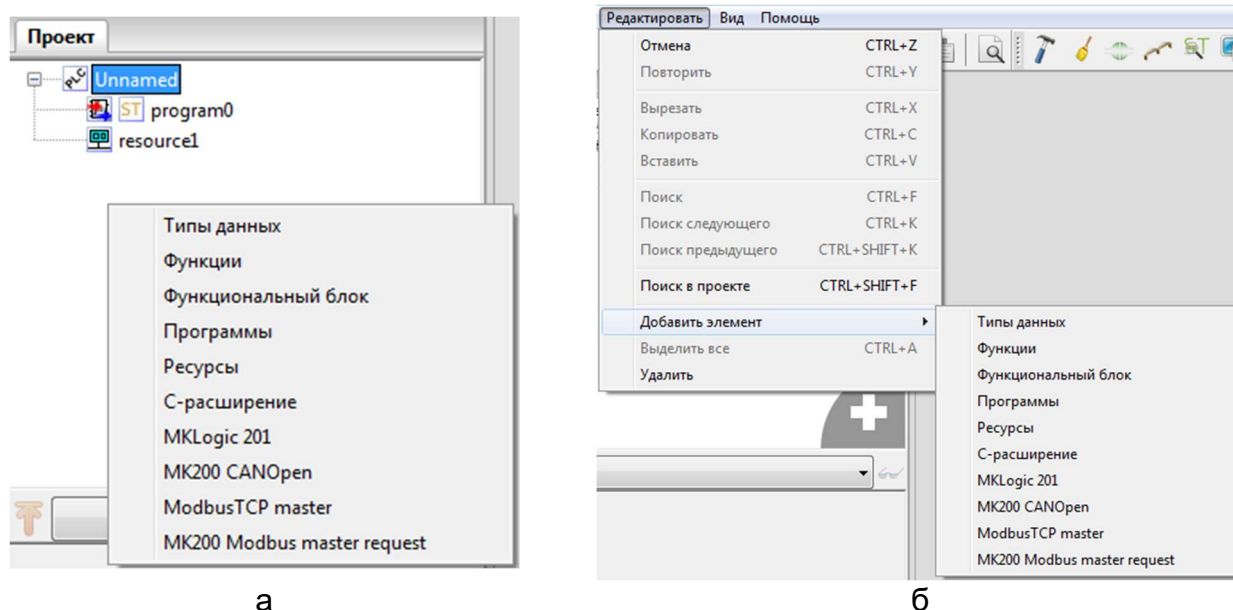

Рисунок 16 – Способы добавления элемента в проект
- нажать левую кнопку мыши на пустом месте дерева проектов (рис. 16а);
- перейти в меню «Редактировать» → «Добавить элемент» (рис. 16б).